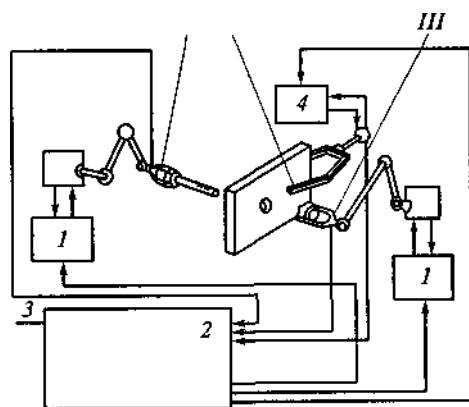

Рис. 3 Структурная схема сборочного робота:
16. Объясните принцип действия адаптивного сборочного робота, структурная схема которого приведена на рис.3.